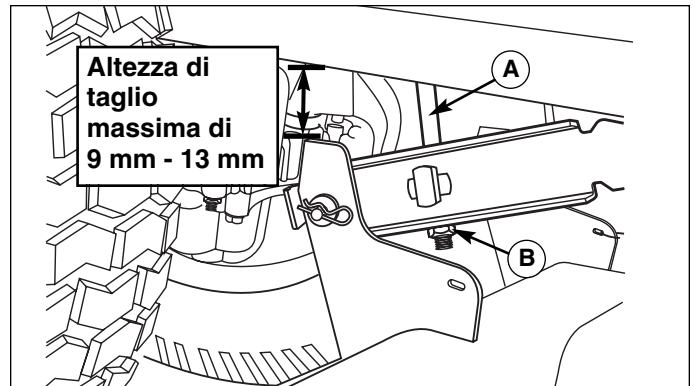

Figura 39. Livellamento laterale del tagliaerba
5. Ruotare il controdado (B, Figura 39) per sollevare o abbassare quel lato del tagliaerba.
NOTA: l'altezza di taglio massima del tagliaerba può essere regolata tra 9 mm e 13 mm (3/8 di pollice e 0,5 pollici) tra il telaio e l'arresto superiore del tagliaerba. Vedere la Figura 39.